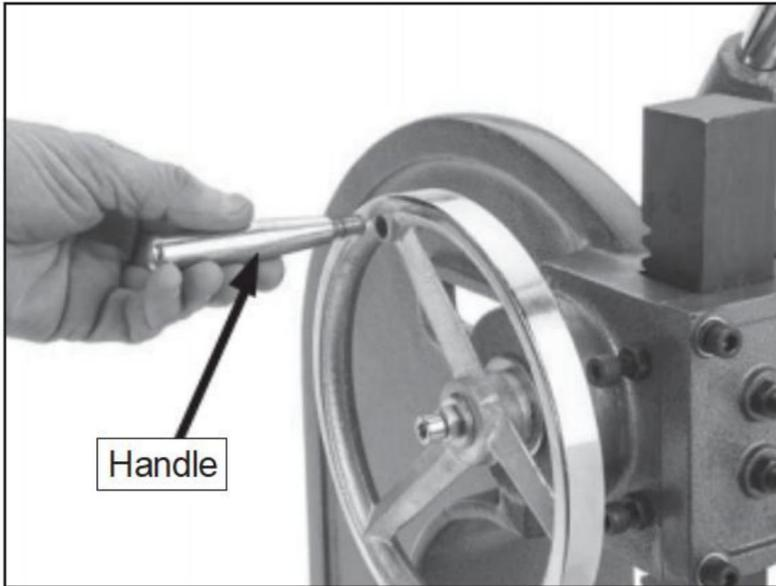

Figura 6. Fissaggio della maniglia al volante.
1. Fissare la maniglia del volantino al volantino (vedere **Figura 6**).